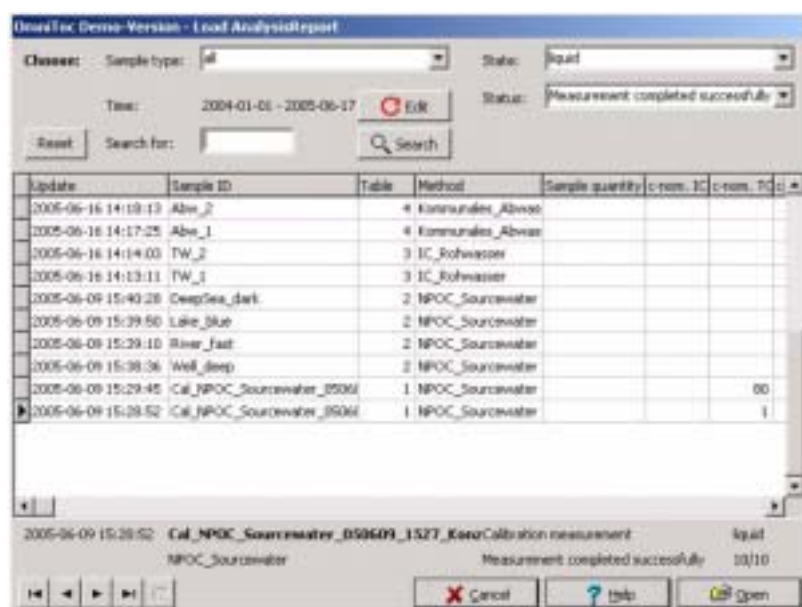

图52 Load Analysis Report（载入分析报告）窗口
- 如果需要 选择Analysis Report>Open (Database)（分析报告>打开（数据库）），在Load analysis report（载入分析报告）窗口设置适当的过滤器以及对结果进行分类（图52）。